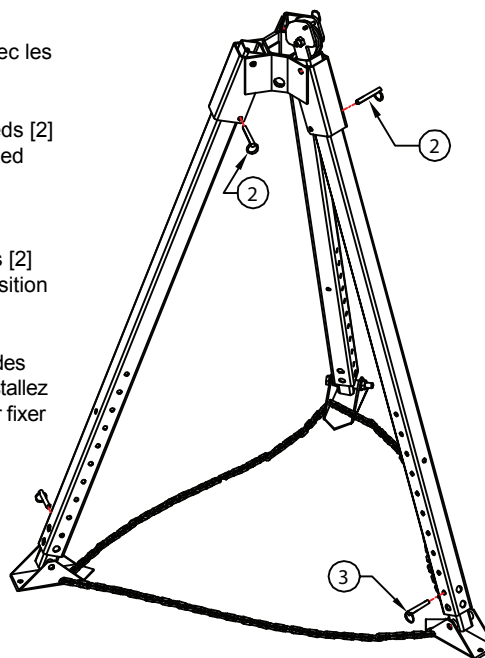

FIG. 2
3. Déployez entièrement les trois pieds. Installez les broches de retenue des pieds [2] aux trois emplacements afin de fixer la position des pieds déployés (voir Fig. 2).